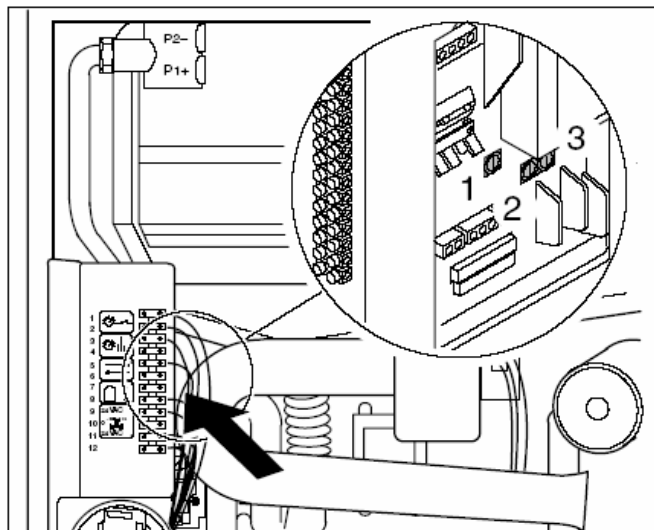

Рис. 7 Проверка предохранителей
- Проверьте предохранитель на проводимость или проведите визуальный осмотр (рис. 7, поз. 1, 2 и 3). При неисправности поставьте новый предохранитель (1,25 АТ).